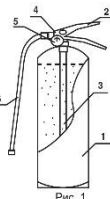

Рис. 1
4.1. Огнетушитель (рис. 1) состоит из корпуса 1, наполненного огнетушащим порошком. На горловине закреплено запорно-пусковое устройство 4 с индикатором давления 5. ЗПУ оснащено ручкой для переключения огнетушителя и ручкой для управления подачей порошка 2. Огнетушитель оснащен сифонной трубкой 3, гибким рукавом 6 (кроме ОП-1, ОП-2, ОП-3) и распылителем для получения факела распыла порошка. Огнетушитель оснащен чехлом для предотвращения саморазбрызгивания.
На баллоне нанесена маркировка в одну, две или три строки. Допускается размещение наклеек (надписи) в центральной части цилиндрической поверхности, граничащей с верхней крышкой: по диаметру крышки, вдоль баллона по высоте, по диаметру цилиндрической части обечайки в нижней, средней или верхней частях обечайки (смотри рис.1). Содержащая следующую информацию: